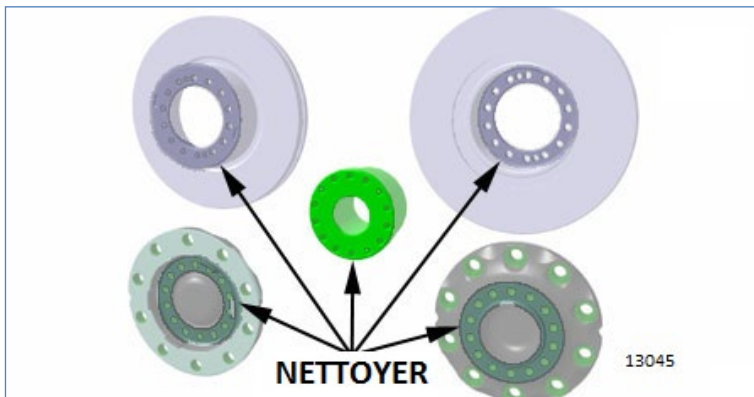

Figure 34: NETTOYAGE DES SURFACES DE CONTACT DU ROULEMENT DE MOYEU, DU DISQUE ET DE LA BRIDE DE MOYEU
15. Installer le rotor sur le roulement de moyeu (Figure 34).